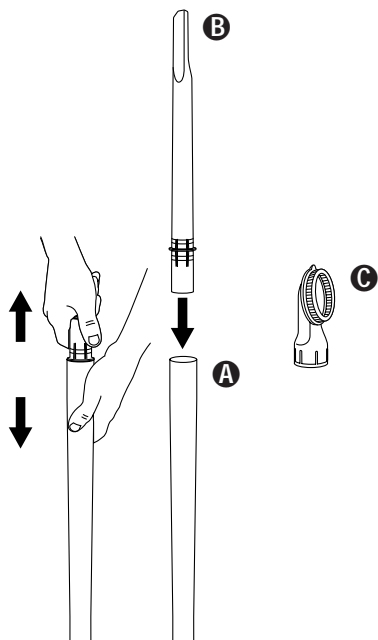

FIG. 16
**Nested Extension Wand A** to add reach. (FIG. 16) Grasp both wands near ridges. Pull apart. Turn ridge end to center. Push wands together.
**Les Rallonges Emboîtables** **A** augmentent la portée. (FIG. 16) Empoignez les deux rallonges près des nervures. Séparez-les. Tournez la rallonge et placez le côté avec nervures vers le centre. Emboîtez les rallonges.
**Use la Vara de Extensión Anidada** **A** para un mayor alcance. (FIG. 16) Sostenga ambas varas cerca de los surcos. Separe ambas piezas. Gire el extremo surcado hacia el centro. Oprima ambas varas juntas.